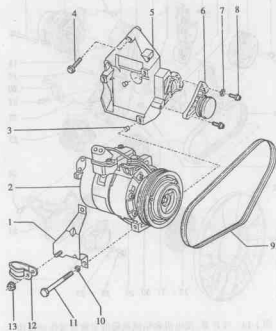

图 1-15 空调多楔皮带传动
4. 空调多楔皮带传动, 见图 1-15。不可打开空调制冷环路。